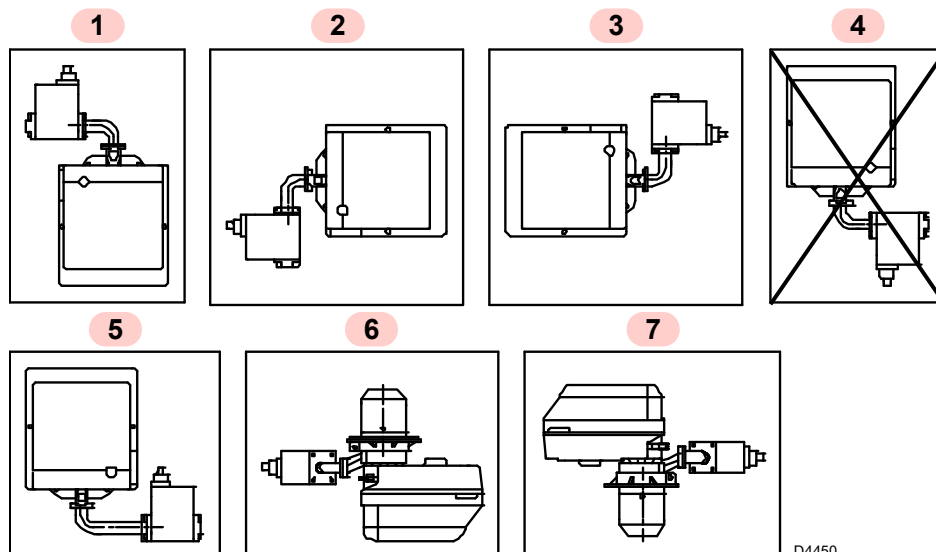

Fig. 7
- El quemador está preparado exclusivamente para el funcionamiento en las posiciones **1, 2, 3, 5, 6 y 7**(Fig. 7).